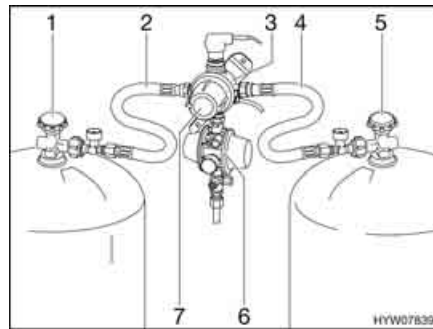
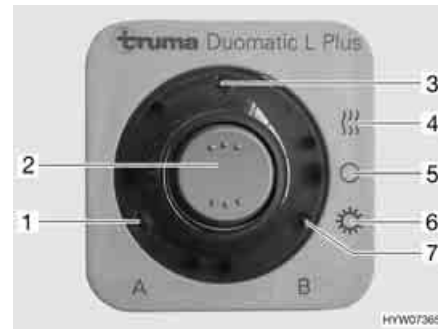

Fig. 124 Impianto di commutazione DuoComfort
Fig. 125 Centralina di controllo
L'impianto di commutazione DuoComfort è costituito da una valvola di commutazione (Fig. 124,3) e da una centralina di controllo (Fig. 125). Il regolatore centrale è montato tra il regolatore di pressione del gas (Fig. 124,6) e i tubi del gas (Fig. 124,2 e 4). Con la manopola (Fig. 124,7) sulla valvola di commutazione è possibile stabilire, quale delle bombole del gas viene utilizzata come bombola in uso e quale bombola del gas viene utilizzata come bombola di riserva.
Sulla centralina di controllo (Fig. 125) possono venire azionate solo le funzioni elettriche. Le valvole principali di arresto delle bombole del gas (Fig. 124,1 e 5) devono essere aperti manualmente.
- Aprire le valvole principali di arresto delle bombole del gas (Fig. 124,1 e 5).
- Con la manopola (Fig. 124,7) sul regolatore (Fig. 124,3) selezionare la bombola del gas, da cui proviene la principale alimentazione del gas (bombola in uso).
- Sulla centralina di controllo (Fig. 125) attivare l'impianto di commutazione DuoComfort.
Posizionare l'interruttore a bilico (Fig. 125,2) su funzionamento invernale "On e riscaldamento" (Fig. 125,4) oppure su funzionamento estivo "On" (Fig. 125,6). La valvola di commutazione è ora disareata. L'indicazione di funzionamento (Fig. 125,3) si accende.
- Portare l'interruttore a bilico (Fig. 125,2) in posizione "O" (Fig. 125,5). L'indicazione di funzionamento (Fig. 125,3) si spegne.
- Chiudere le valvole principali di arresto delle bombole del gas (Fig. 124,1 e 5).
Le spie di controllo sulla centralina di controllo (Fig. 125,1 e 7) segnalano all'interno del veicolo, se le bombole del gas sono pronte al funzionamento.